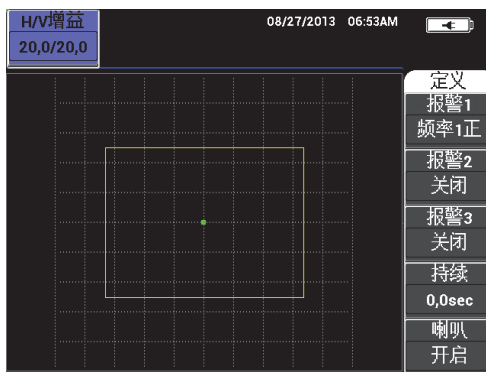

图 5-3 报警极性
2. 转动旋钮，选择报警极性：选择 **FRQ1 POS**（频率 1 正），启用一个正极报警。或者，选择 **FRQ1 NEG**（频率 1 负），启用一个负极报警（参见第 103 页的图 5-3）。